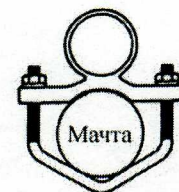

Рис. 5
2.3 Установите кронштейны крепления на опорную мачту на необходимой высоте. Каждый кронштейн крепления притягивается к мачте с помощью крепежной скобы (рис. 5).